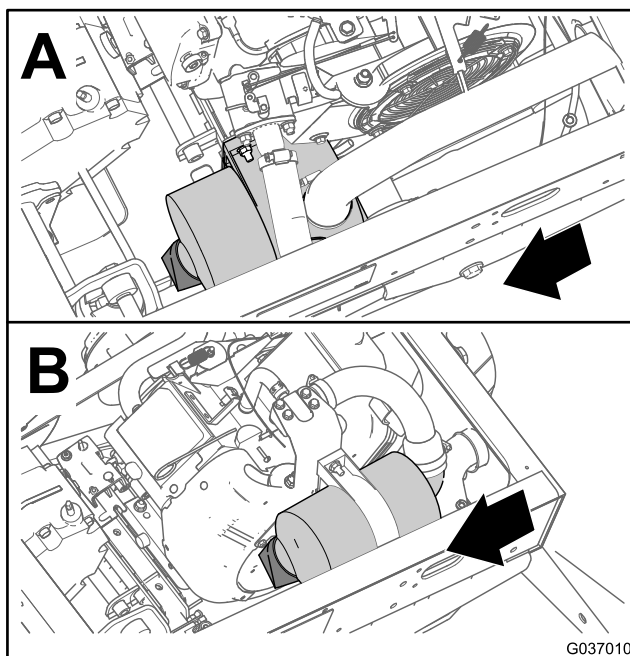
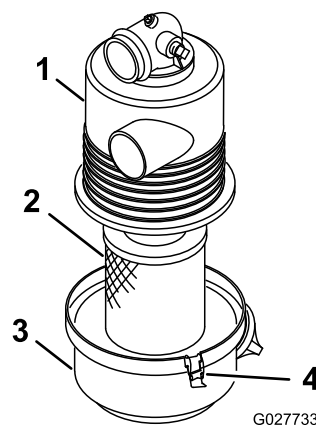

図 32
図 33
2. エアクリーナ本体にリーク原因となりそうな傷がないか点検する 図 32と図 33。
3. エアフィルタのカバーをエアフィルタのハウジングに固定しているラッチを外す 図 33。
4. ボディーからカバーを外し、カバーの内部を清掃する 図 33。
3. エアフィルタのハウジングにエレメントを取り付ける (図 33)。
4. エアクリーナのカバーとハウジングを合わせる 図 33。
5. カバーをハウジングにラッチで固定する (図 33)。